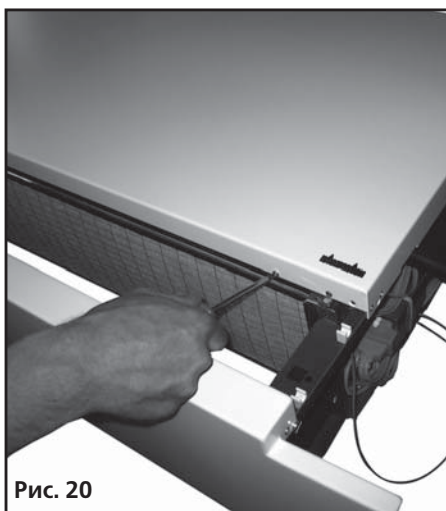

Рис. 20
- Отвинтите два винта, находящиеся внизу воздухозаборной решетки (рис. 20).